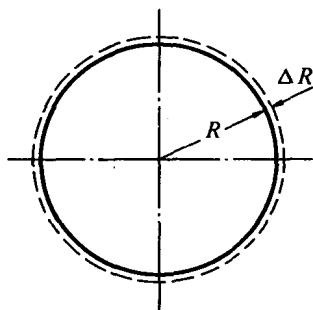

图 1-6
1.6 图1-6所示的圆形薄板半径为 R ,变形后 R 的增量为 ΔR 。若 $R = 80 \text{ mm}, \Delta R = 3 \times 10^{-3} \text{ mm}$,试求沿半径方向和外圆圆周方向的平均应变。